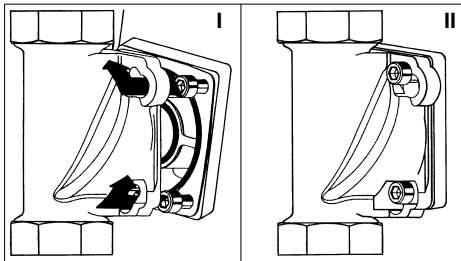

Abb. 10: Einbaudrehflansch mit Bajonett
rungen am Einbaudrehflansch stecken (siehe Abb. 10 I).
- Den Wasserzähler im Uhrzeigersinn bis zum Anschlag drehen (siehe Abb. 10 II).